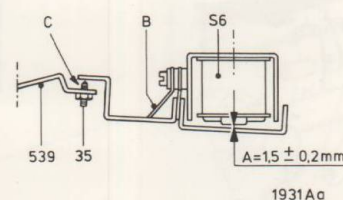

Fig. 34
k. Electromagneet S6 (fig. 34)